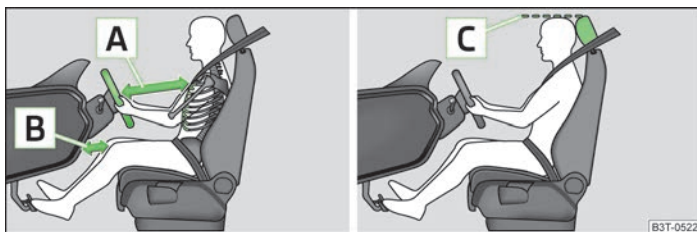

Fig. 135 La distancia correcta del conductor al volante y al cuadro de instrumentos /el ajuste correcto del reposacabezas
- Ajustar el volante de tal modo que la distancia entre el volante y el esternón sea, como mínimo, de 25 cm - -A» fig. 135 y entre las piernas y el cuadro de instrumentos en la zona del airbag para las rodillas, sea de 10 cm [B].
- Ajustar el reposacabezas de tal modo, que el borde superior del mismo se encuentre de ser posible a la misma altura que la parte superior de su cabeza [C] » fig. 135 de la página 149.
- Ajustar el reposacabezas de tal modo, que el borde superior del mismo se encuentre de ser posible a la misma altura que la parte superior de la cabeza [C] » fig. 135 de la página 149.